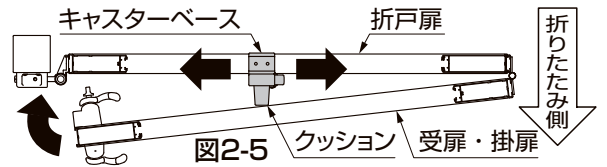

図2-5
- ④キャスターベースをキャスターベース裏板に[1-6]で仮止めし、本体を折たたんだ状態でハンドルの当たらない位置にキャスターベースをしっかりと固定してください。(図2-4、図2-5参照)
- キャスターベースのクッションの向きは、受扉・掛扉を折りたたみ側に向けて取付けてください。(図2-5参照)